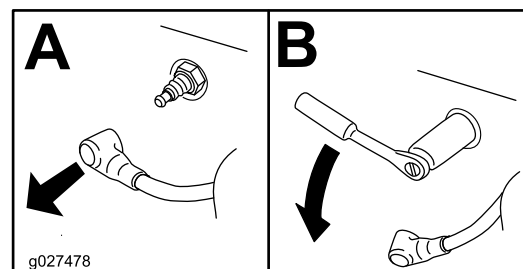

Bild 43
- Nehmen Sie die Zündkerze heraus (Bild 43).